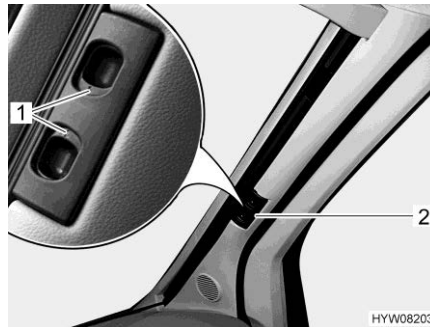

Fig. 58 Tendina oscurante pieghevole (parabrezza)
- Premere le maniglie di sbloccaggio (Fig. 58,1) e mantenerle premute.
- Tirare la tendina oscurante pieghevole del parabrezza per la maniglia (Fig. 58,2) verso il centro della finestra.
- Spingere verso l'esterno le due metà della tendina oscurante pieghevole del parabrezza per la maniglia (Fig. 58,2) fino all'arresto. Durante questa operazione sollevare la maniglia all'altezza della rientranza di bloccaggio.
- Rilasciare le maniglie di sbloccaggio (Fig. 58,1) e mantenerle innestate.